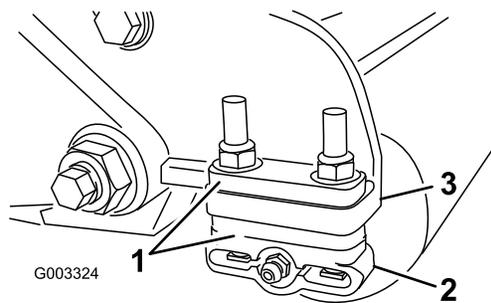

Figura 11
1. Ajuste los soportes del rodillo trasero (Figura 11) al intervalo de alturas de corte deseado colocando la cantidad necesaria de espaciadores debajo de la brida de montaje de la placa lateral (Figura 11), según lo indicado en la Tabla de alturas de corte.